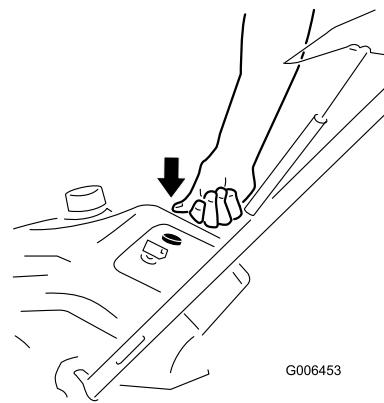

Figure 15
3. Appuyez fermement sur l'amorceur avec le pouce comme indiqué sur le graphique ci-dessous, en marquant une pause d'une seconde chaque fois (Figure 15).